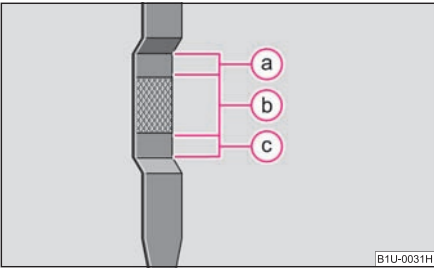

Fig. 146 Varilla de medición de aceite
^{a)} Cantidad de llenado de aceite con cambio de filtro. Controlar el nivel de aceite al repostar el mismo, no llenar demasiado. El nivel de aceite debe encontrarse entre las marcas → fig. 146.
- Desenrosque la tapa de la boca de llenado de aceite  ⇒ página 158, fig. 146.